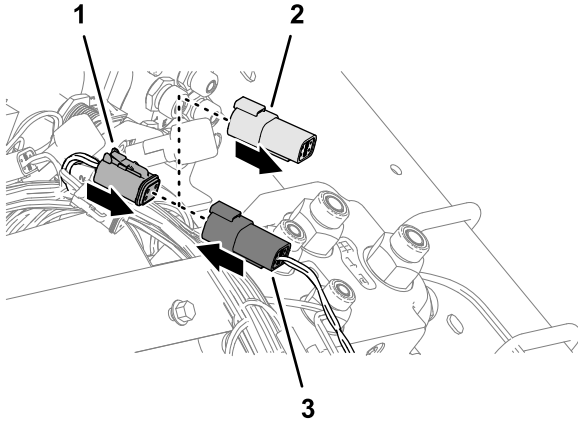

Figure 92
- Retirez le capuchon du connecteur à 4 douilles du faisceau de câblage GeoLink étiqueté CAN 1 ISOBUS (Figure 92).
- Branchez le connecteur à 4 broches du faisceau de câblage du kit étiqueté ISOBUS CONNECTION dans le connecteur à 4 douilles étiqueté CAN 1 ISOBUS (Figure 92).